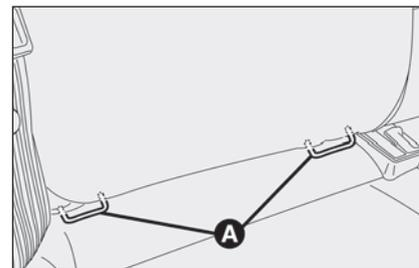
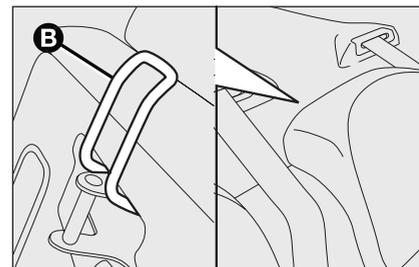

Рис. 12
Рис. 13
**A** (рис. 12), розташовані між подушкою і спинкою заднього сидіння. Верхній ремінь (входить до комплекту сидіння) кріпиться до спеціальної скоби **B** (рис. 13), розташованої в багажному відсіку на рівні дитячого сидіння.